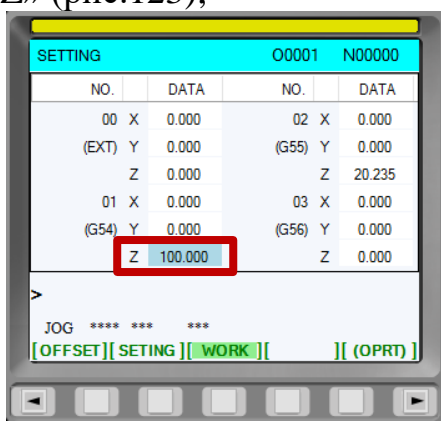

Рис.123. Поле «Z» в таблице СНТ
6. С помощью стрелок на клавиатуре пульта управления выбрать необходимое поле «Z» (рис.123);